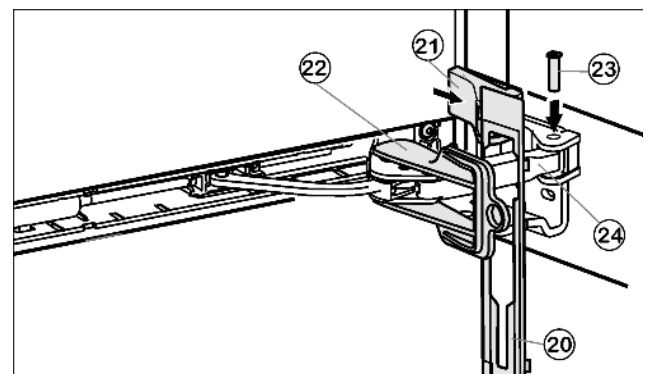

Рис. 14
- Натяните заглушку Рис. 14 (20) на рычаг доводчика таким образом, чтобы стопор показался наружу и передней стороной к прибору.
- Потяните рычаг доводчика Рис. 14 (24) к опорной детали и сверху вставьте болты Рис. 14 (23) таким образом, чтобы квадратная головка села в углубление.
- Установите защитную крышку Рис. 14 (21) и зафиксируйте ее.
- ▶ Отвинтите предохранитель Рис. 14 (22).
- ▶ Вставьте заглушку Рис. 14 (20) на дверь и зафиксируйте ее.